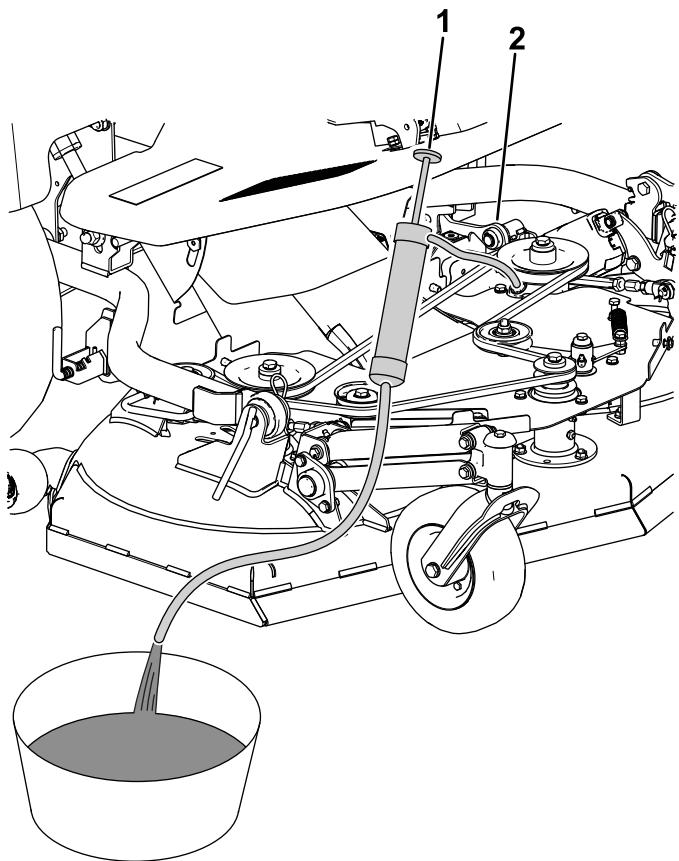

Figura 95
3. Utilizando uma bomba de sifão, retire o óleo da caixa de velocidades (Figura 95).